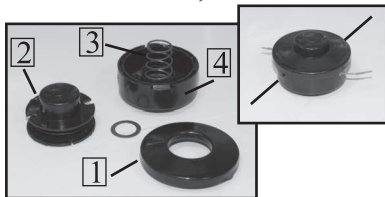

рис.15
- а) Надавите на корпус катушки, по направлению, как показано на рис.15. Снимите прижимную крышку 4.